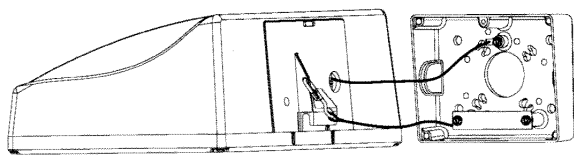

FIGURA 1
- Um método alternativo de montar a caixa de montagem sobre uma caixa de tomadas rebaixada é posicionar a tampa traseira sobre a caixa e prender firmemente com os parafusos de cabeça sextavada (não fornecidos) através dos orifícios na tampa traseira (ver Figura 1).